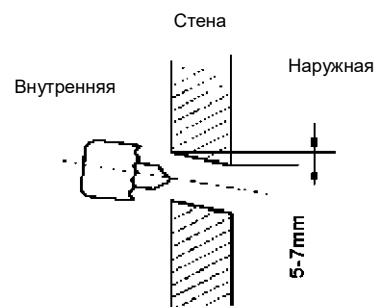

Рис. 10
1. Расположение отверстий определяется по схеме на рис. 10. Просверлите одно отверстие диаметром 65 мм, под небольшим уклоном в сторону наружной части стены.